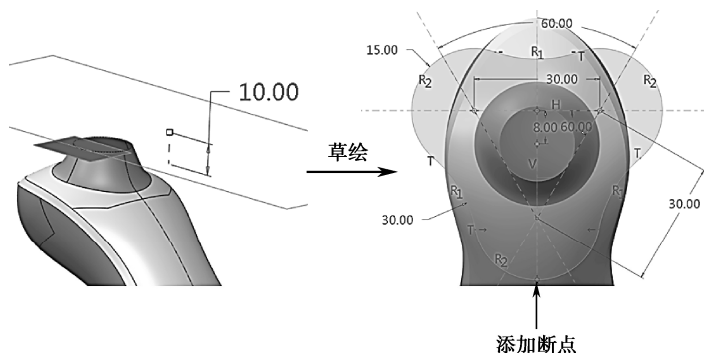

图 7-159 剃须刀头“草绘 12”
(6) 选择“拉伸 5”平面，单击【新建基准面】，输入距离 10.00，向上偏移“拉伸 5”基准面，新建 DTM1 基准平面，如图 7-159 所示，以 DTM1 为基准面，“拉伸 5”平面作为参照平面，参考方向为右，画出如图 7-159 所示曲线“草绘 12”。注意在箭头位置分割曲线，添加一个断点，以便后续扫描参考。